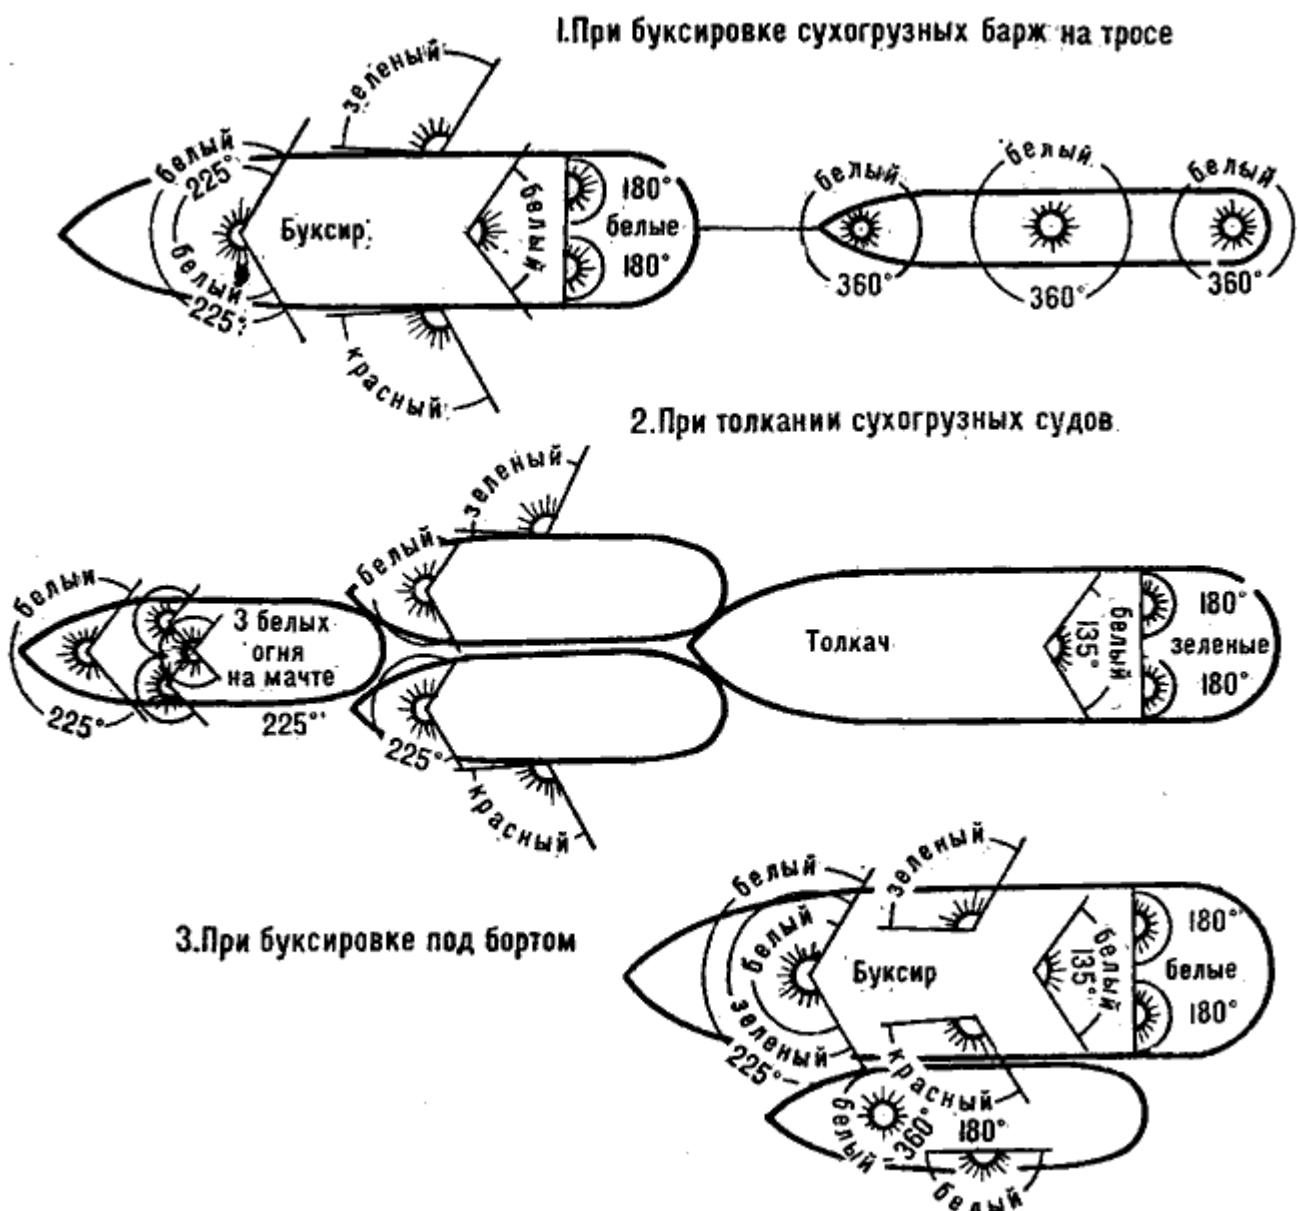

Рис. 144. Схема расположения ходовых огней на речных буксирах
4. Буксирующие суда, ведущие на борту другие суда или плоты, кроме огней, предусмотренных § 25 для одиночных судов (отличительных, гакового и гакабортных), несут на передней мачте (рис. 144):
- сухогрузные, длиной более 50 м - кроме белого клотикового на мачте по одному белому огню на носовом и кормовом флагштоках (рис. 144);
- буксируемое под бортом - один белый клотиковый огонь на мачте и один белый огонь с внешнего борта (рис. 144);
Если ширина толкаемых судов превышает ширину толкача, то его отличительные огни переносят на наружные борта толкаемых судов (§ 35, рис. 144).